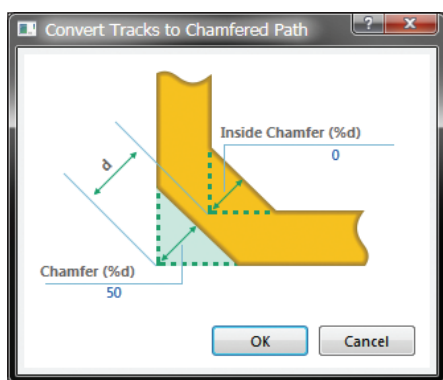

Рис. 11. Диалоговое окно параметров фаски
3. В открывшемся диалоговом окне *Convert Selected Tracks to Chamfered Path* (рис. 11) ввести необходимые значения внутренней и внешней фаски.